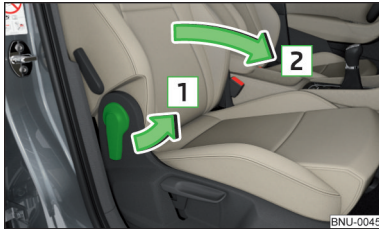

Abb. 81
- Zum **Vorklappen** den Hebel in Pfeilrichtung **1** ziehen und die Sitzlehne in Pfeilrichtung **2** vorklappen » Abb. 81. Die Verriegelung muss hörbar einrasten.